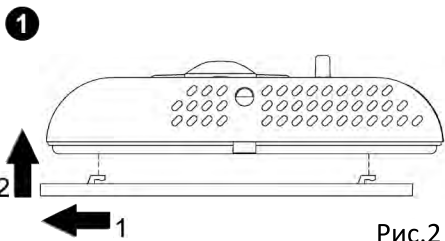

Рис.2
1. Снять крышку термостата, сдвигая ее влево с крепежных зубцов, как указано на Рис.2.